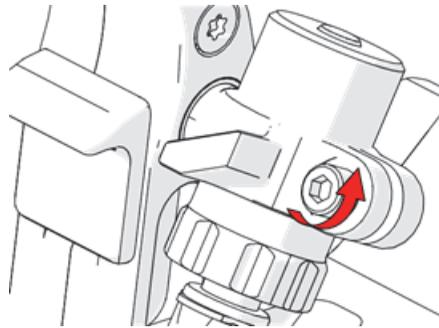

Figura 1-40 Desbloqueo del cilindro de tensión de la rueda de conducción
1. Desbloquee el mecanismo de seguridad para cambiar el ajuste predeterminado en el cilindro de tensión de la rueda de conducción con un des[a]tornillador hexagonal de 4 mm (ver Figura 1-40 en la página 56).
4. Fije el mecanismo de seguridad en el cilindro de tensión de la rueda de conducción con un des[tornillador] hexagonal de 4 mm (ver Figura 1-40 en la página 56).